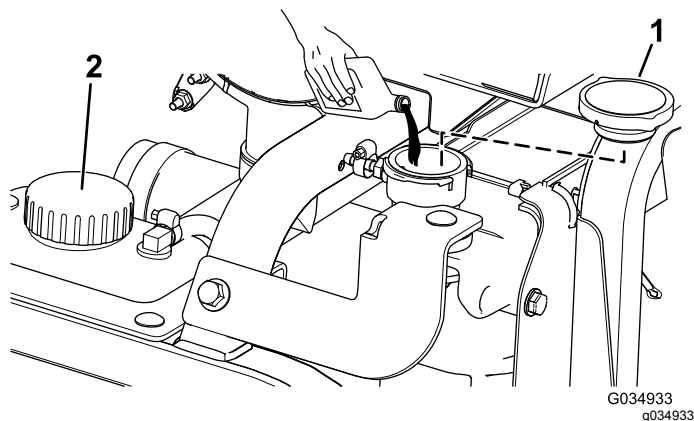

図 122
5. ラジエターの補給口のリップ部まで冷却液を入れる 図 122。